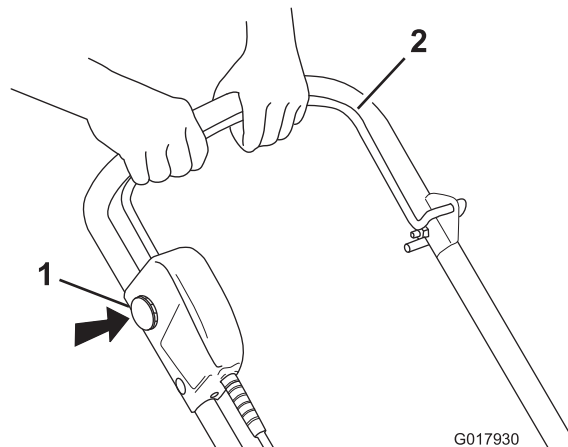

Figure 5
1. Pour démarrer le moteur, insérez la clé de sécurité et appuyez de manière prolongée dessus, puis serrez la barre de commande contre le guidon (Figure 5).